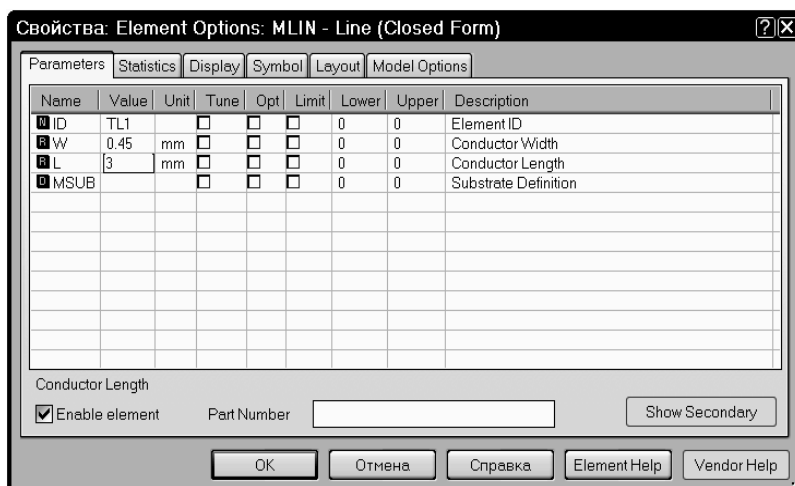

Рис. 1.5
- Дважды щёлкните по первому элементу **MLIN** схемы. Откроется диалоговое окно свойств элемента рис. 1.5. На вкладке **Parameters** в поле **W** введите **0.45**, а в поле **L** введите **3**. Нажмите **OK**.